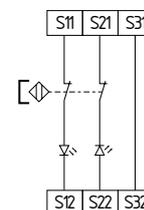

Fig. 19
**Controllo a due canali di interruttori magnetici di sicurezza secondo EN 60947-5-3 (vedere Fig. 19)**